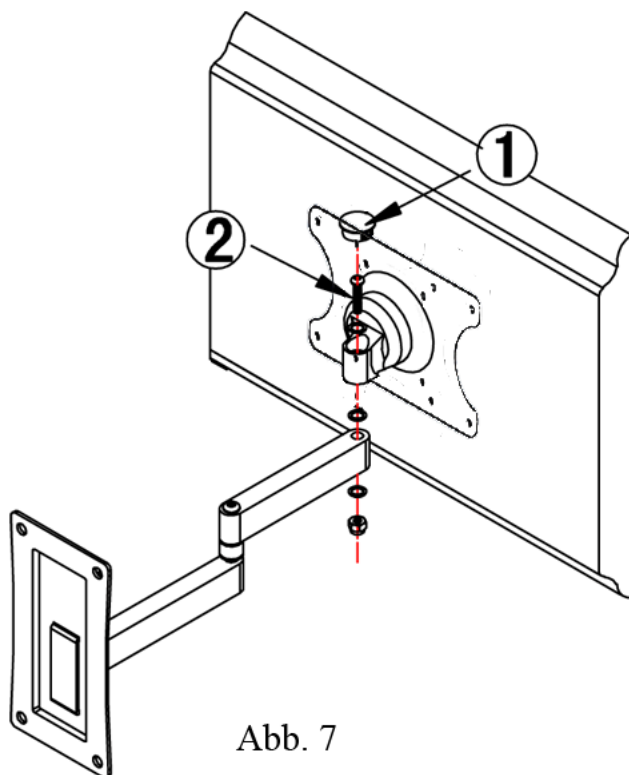
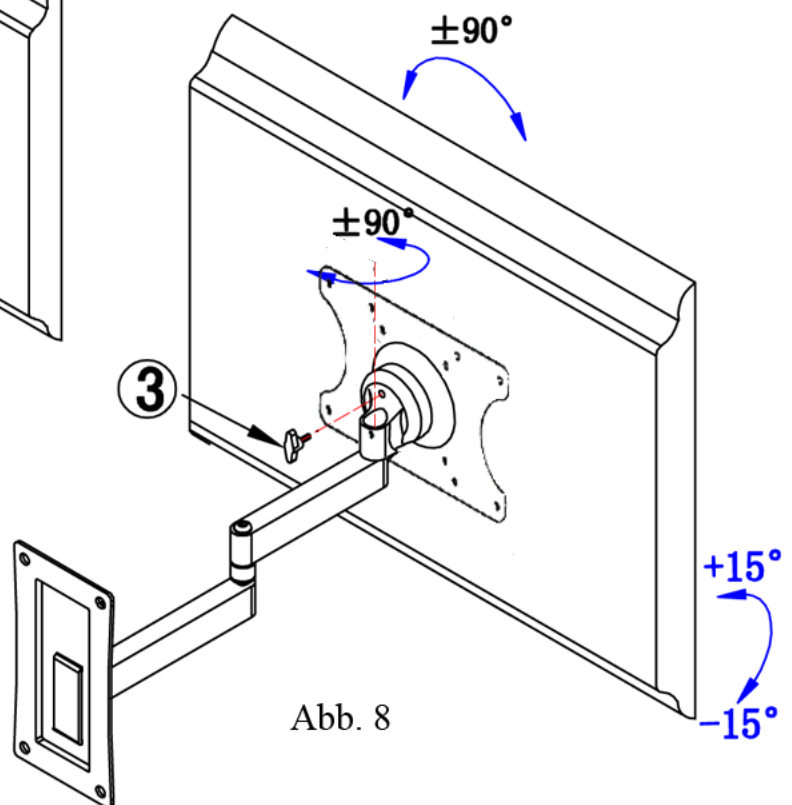

Abb. 7
Abb. 8
**Schritt 1:** Gehen Sie nach den Angaben der Montageanleitung vor. Befolgen Sie genau die beschriebenen Montageanweisungen. Um eine einfache Montage zu ermöglichen, teilen Sie den Wandhalter in die Geräteeinheit und die Wandplatte (falls erforderlich). Lösen Sie hierzu die Befestigung 3 (Abb. 8) und entfernen die Abdeckung 1 und die Schraube 2 (Abb. 7).